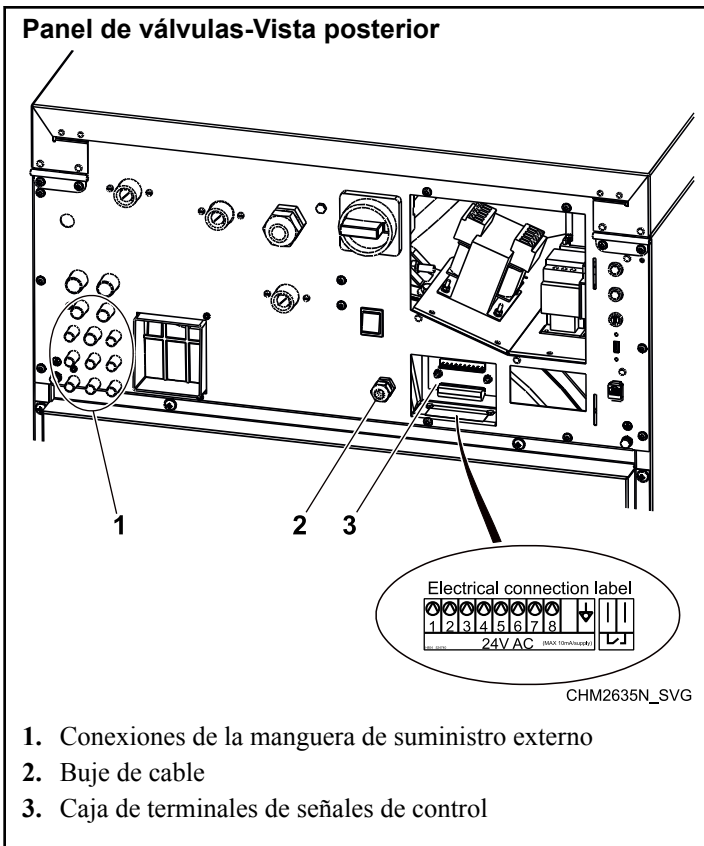

Figura 36
- 1. En la parte trasera de la máquina, ubique las ocho (8) conexiones de la manguera de suministro de 8 mm [5/16 de pulgada] situadas en el lado izquierdo del panel de las válvulas. Consulte *Figura 36*.
La conexión eléctrica para señales de control de suministro está disponible en el panel trasero. Consulte *Figura 36*. En la caja de conexiones se encuentra una etiqueta para las conexiones eléctricas. Los detalles de la conexión de señales también se pueden consultar en el esquema eléctrico de la máquina.